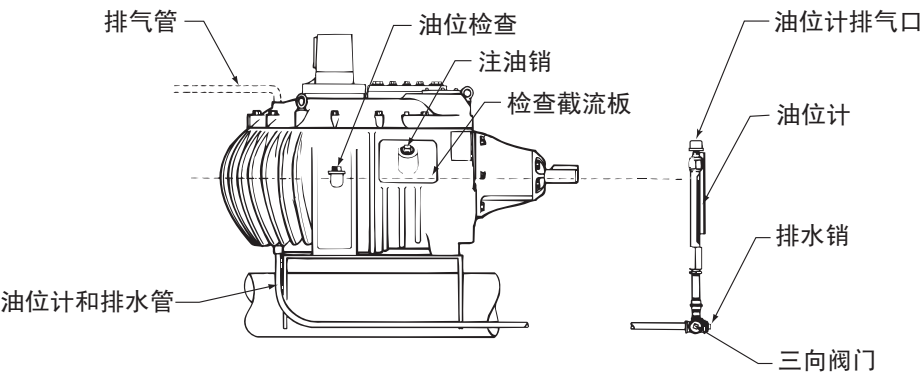
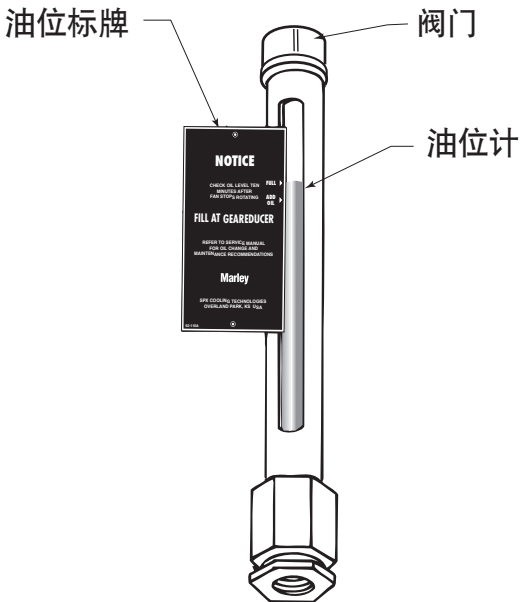

图 2 维修配件
图 3 油位计装配
因缺少对设施操作准备、地点环境条件或存储方法等的掌控，因此建议在初始操作前补充润滑剂。应对级间轴上的口倒入或泵入相同填装的润滑剂。移除级间轴承盖中心处管塞，以将口暴露。请参考图 3。若使用其他油，应使用 1 至 1.5 夸脱的用量。如果润滑剂从机油箱总容积中泵出，至少应转移 1 夸脱。无论发生上述的哪一种情况，应在初始操作的 5 天内执行运行步骤。如果发生延迟，且超过 5 天的时长，重复该流程。无论发生上述的哪一种情况，应在徒手旋转齿轮传动链以及初始操作的 5 天内，执行运行步骤。
通过拆卸放油塞来排放齿轮减速箱的油。位置请参见图2。如果安装了外置油尺/油位计，请拆除该位置的放油塞，以便给整个系统排油。
检查完成后，用18.5加仑（70升）油加入齿轮减速箱。位置请参见图2。如果齿轮减速箱配备了外部量尺/油位计，则需要额外的3至4夸脱润滑油。加注过程中，确保齿轮减速箱上的排气口（以及外部量尺/油位计，如果有的话）没有堵塞。确认油位计/排油管已满，连接处没有任何泄漏。
1. 从减速机检查截留板的开口处注入机油，直到油位达到减速机外壳和油位计上的“满油位”标记处。请参见图 2 和图 3。插上油销。
冷却塔具有外部油位计和排水管，后者在油位计下方装有三向阀门。请参见图 2。